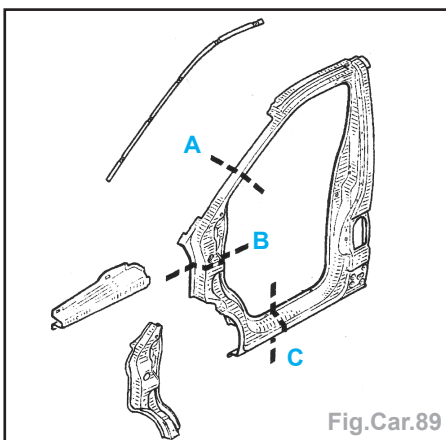

Fig.Car.89
- le renfort de pied de cabine (uniquement pour coupes B-C) (Fig.Car.89),
- Pièce livrée avec (Fig.Car.89) :